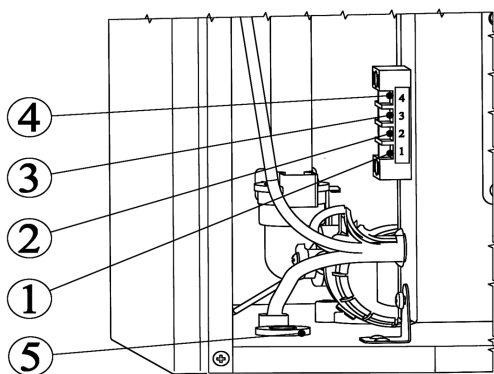

Рис. 11. Подключение дополнительных устройств
- удалить перемычку между клеммами 1 и 2 на колодке блока управления (рисунок 11);
- продеть двухпроводной кабель, идущий от термостата, через проходную муфту 5 в корпусе и подключите его к клеммам 1 и 2 (рисунок 11);
- продеть двухпроводной кабель, идущий от датчика, через проходную муфту 5 в корпусе и подсоедините его к клеммам 3 и 4 (рисунок 11);